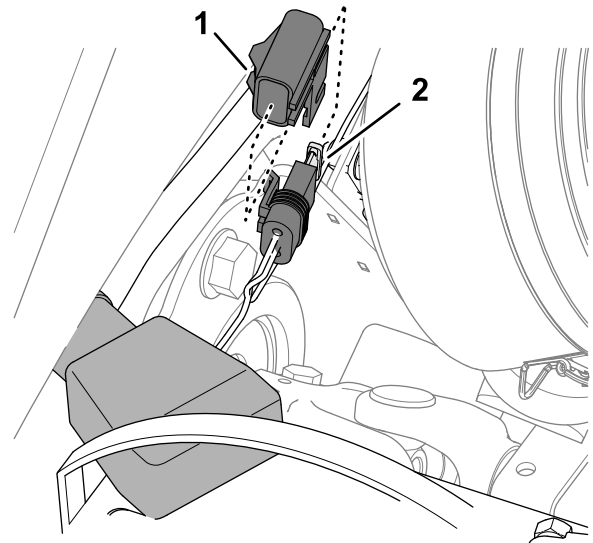

Figura 99
3. Localice el portafusibles en línea que está por dentro de la batería (**Figura 99**).